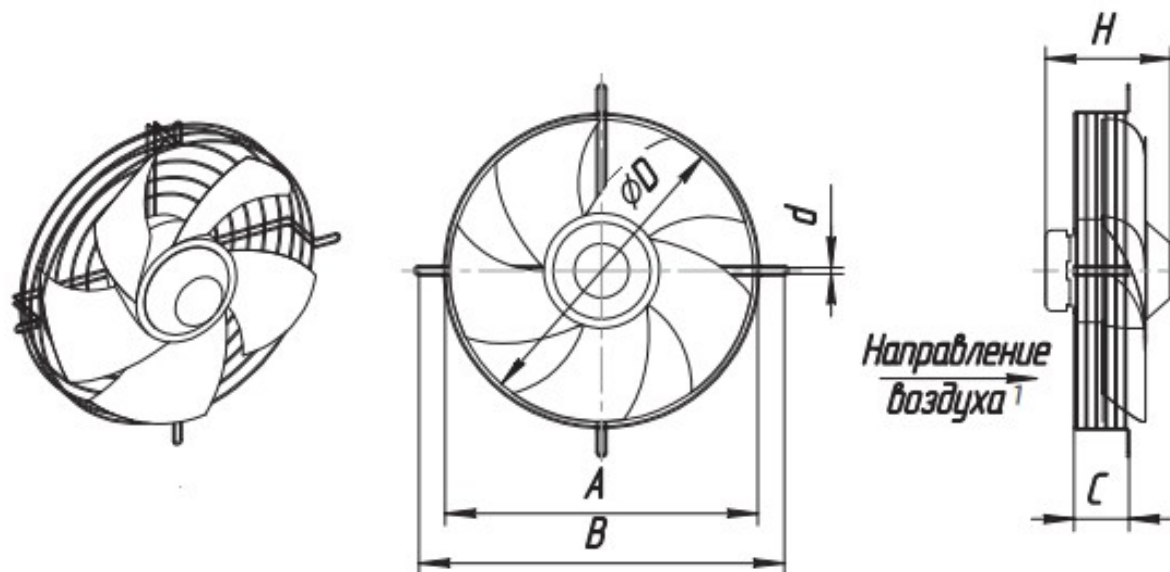

Рис. 1
2.1. Габаритные и присоединительные размеры приведены на рис.1 и в таблице 1.